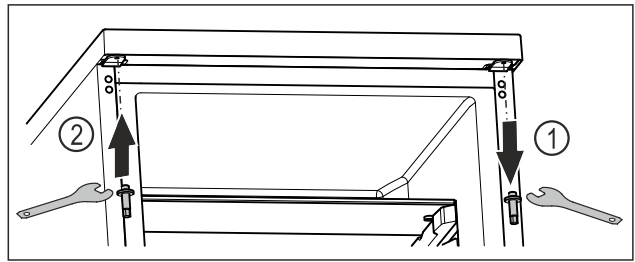

Fig. 18
- ▶ Skru ut den øvre bolten med utvendig sekskantnøkkel. Fig. 18 (1)
- ▶ Skru fast bolten med utvendig sekskantnøkkel på motsatt side. Fig. 18 (2)